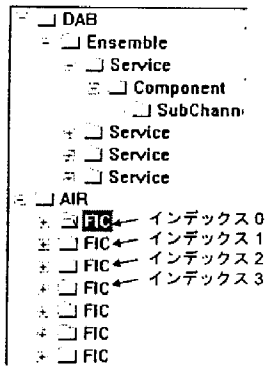

図 9-6 FIC インデックス
- ③ エディットボックスに直接数値を入力するか、ドロップダウンリストから、ジャンプしたい FIC のインデックスを入力します。<OK>ボタンをクリックするとジャンプが実行されます。<Cancel>ボタンをクリックすると、ジャンプしません。エアデータ生成を実行後、FIC インデックスは「データ構造表示領域」に表示されている FIC の上から順番に 0、1、2、… となります。(「図 9-6 FIC インデックス」を参照)